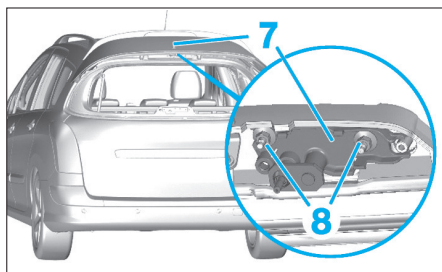

Fig. 142
- Déposer les écrous (8) puis le renvoi du bras d'essuie-vitre arrière (7) (Fig.142).